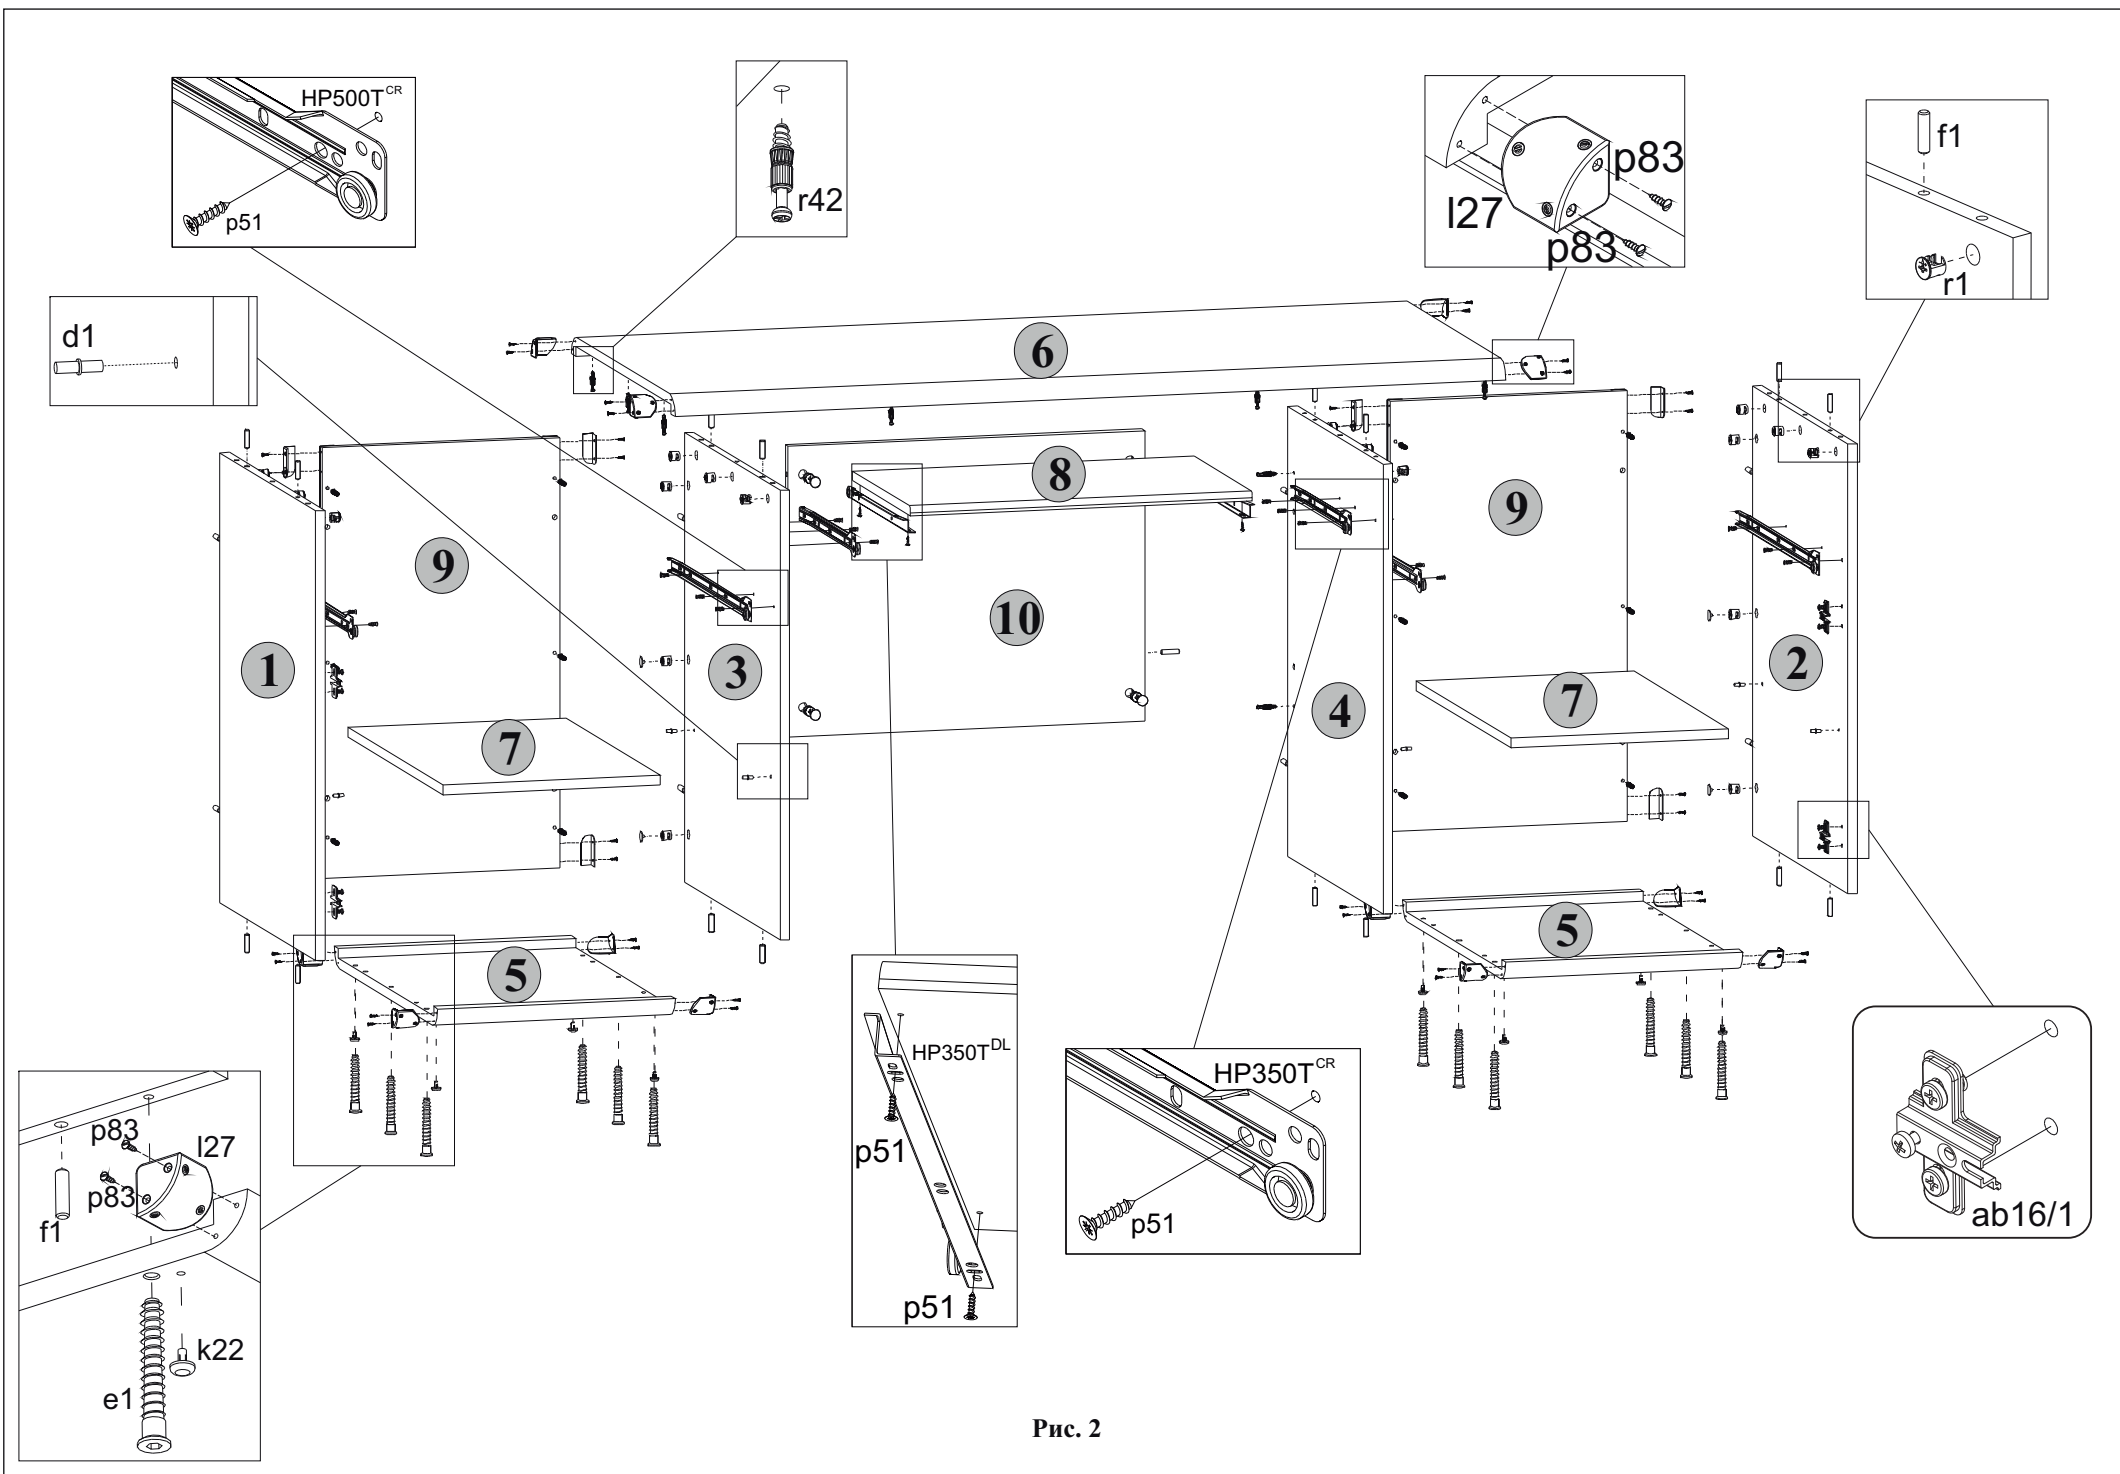

Рис. 2
5.5 В отверстия диаметром **5 мм** у фасадных кромок на правой поверхности стенки боковой **1** и на левой поверхности стенки боковой **2**, закрепить направляющие петель **ab16/1**, пользуясь крестообразной отверткой (**см.рис. 2**).
5.6 В отверстия диаметром **5 мм** на правой поверхности стенки боковой **1**, на левой поверхности стенки боковой **2**, на левой поверхности стенки средней **3** и на правой поверхности стенки средней **4** вставить полкодержатели **d1** (**см.рис. 2**).
5.7 В отверстия диаметром **5 мм** на передних поверхностях деталей **9**, на нижней поверхности щита верхнего **6**, на правой поверхности стенки средней **3** у задней кромки и на левой поверхности стенки средней **4** у задней кромки вкрутить винты стяжки **g42**, пользуясь крестообразной отверткой (**см.рис. 2**).
5.8 На правой поверхности стенки боковой **1**, на левой поверхности стенки средней **3**, на правой поверхности стенки средней **4**, на левой поверхности стенки боковой **2** и на передней поверхности щита **10** в отверстия диаметром **15 мм** вставить стяжки эксцентровые **r1** (**см.рис. 2**).
5.9 В отверстия диаметром **5 мм** на нижних поверхностях щитов нижних **5** вставить опоры полимерные **k22** (подпятники) (**см.рис. 2**).
5.11 К деталям **1** и **3** присоединить щит нижний **5** и стянуть еврошурупами **e1**, пользуясь специальным ключом **z1** из комплекта фурнитуры (**см.рис. 2**).
5.14 К правой поверхности стенки средней **3** присоединить щит **10** и затянуть стяжки эксцентровые **r1**, пользуясь специальным ключом **z1** из комплекта фурнитуры. Стяжки эксцентровые закрыть заглушками **s2** (**см.рис. 2**).
5.16 К деталям **2** и **4** присоединить щит нижний **5** и стянуть еврошурупами **e1**, пользуясь специальным ключом **z1** из комплекта фурнитуры (**см.рис. 2**).
5.19 К левой поверхности стенки средней **4** присоединить щит **10** и затянуть стяжки эксцентровые **r1**, пользуясь специальным ключом **z1** из комплекта фурнитуры. Стяжки эксцентровые закрыть заглушками **s2** (**см.рис. 2**).
5.20 К стенкам боковым **1** и **2**, а также к стенкам средним **3** и **4** присоединить щит верхний **6** и затянуть стяжки эксцентровые **r1**, пользуясь специальным ключом **z1** из комплекта фурнитуры (**см.рис. 2**).
5.2 В отверстия диаметром **8 мм** на задних, верхних и нижних кромках стенок боковых **1** и **2**, на задних, верхних и нижних кромках стенок средних **3** и **4**, на боковых кромках щита **10** вбить деревянные шканты **f1** (**см.рис. 2**).